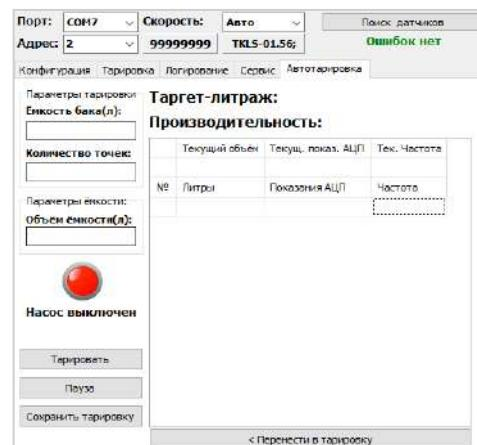

Рис.19. Вкладка «Автотарировка»
- перейти на вкладку «Автотарировка» (Рис.19);